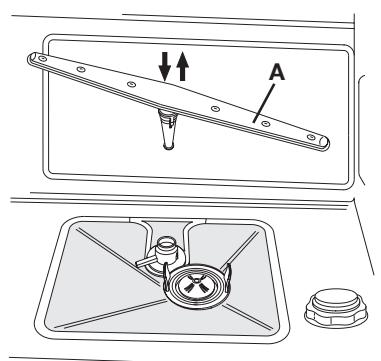

Fig. 6-03
- Para retirar la tobera de rociado **inferior** (véase la fig. 6-03), se deberá simplemente levantar hacia arriba tirando desde la parte central (véase la fig. 6-03). Luego vuelva a montar el brazo rociador inferior en su asiento y empújelo hacia abajo hasta que encaje en su lugar (consulte la figura 6-03).
Una vez efectuada la limpieza, vuelva a instalar la tobera de rociado orbital situándola en su lugar y ejerciendo una ligera presión para permitir el encaje con la tobera de rociado inferior (véase la fig. 6-03). Luego vuelva a instalar la tobera de rociado inferior situándola en su lugar y ejerciendo una ligera presión hacia abajo para permitir el encaje (véase la fig. 6-03).